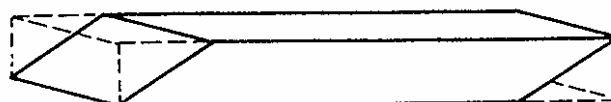

Fig. 13 – Corte Oblicuo de la Empaquetadura
- Cortar anillos de empaquetadura nuevos, de preferencia con extremos oblicuos (ver Fig. 13). Para facilitar este corte se podrá usar un dispositivo fácil de ser construido como muestra la figura 14.